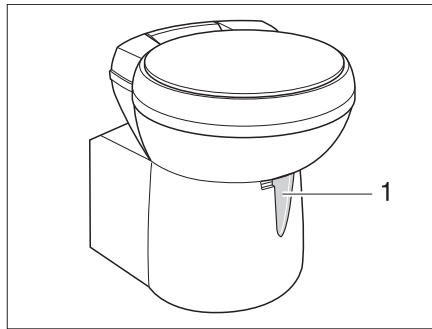

Bild 347 Thetford-toalettsskål, svängbar
- Öppna spjället på Thetford-toaletten före spolning. Skjut för detta spjällspaken (Bild 347,1) moturs.